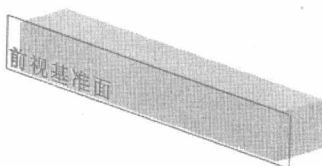
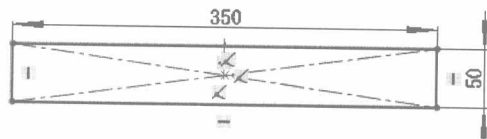

图 1.2 拉伸 1
图 1.3 横断面草图
Step2. 添加如图 1.2 所示的零件基础特征——拉伸 1。
(1) 选择命令。选择下拉菜单 **插入(I)** → **凸台/基体(B)** → **拉伸(E)...** 命令（或单击“特征(F)”工具栏中的  按钮）。
(2) 定义特征的横断面草图。
① 定义草图基准面。选取前视基准面作为草图基准面。
② 定义横断面草图。在草图绘制环境中绘制图 1.3 所示的横断面草图。
③ 选择下拉菜单 **插入(I)** → **退出草图** 命令，退出草图绘制环境，此时系统弹出“拉伸”窗口。
(3) 定义拉伸深度属性。
① 定义深度方向。采用系统默认的深度方向。
② 定义深度类型和深度值。在“拉伸”窗口 **方向1** 区域的下拉列表中选择 **给定深度** 选项，输入深度值 60.0。